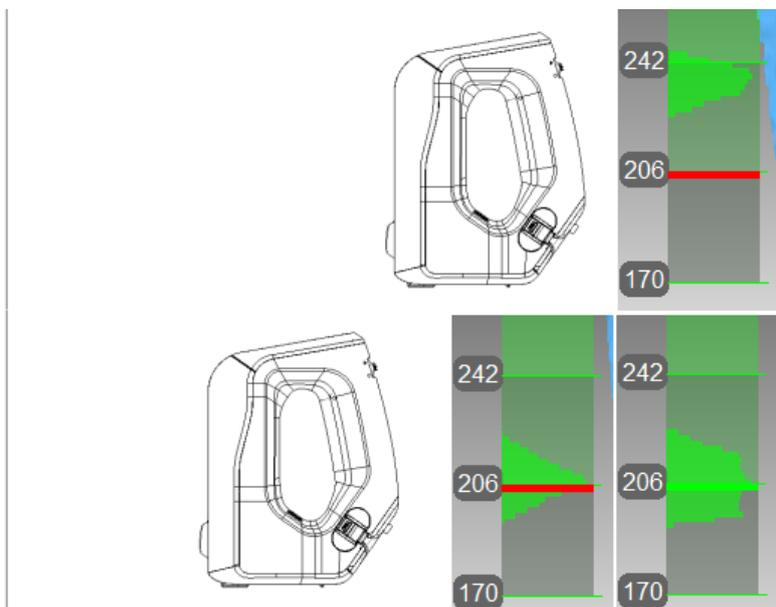

Abbildung 131: Position und zugehöriger Abstand des Artec Spider Scanners von der Messbereichs-Anzeige.
7. Den Scanner langsam auf die ebene Fläche zu bewegen, so dass der Spitzenwert im Histogramm mit der roten Markierung in der Messbereichs-Anzeige übereinstimmt (siehe Abb. 131).